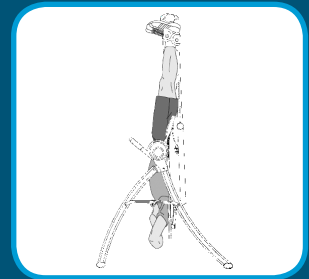

Figure 9
- Appuyez sur le bouton de réglage de la rotation dans le sens de votre tête (Figure 9) et pivotez intégralement vers le bas jusqu'à ce que la table touche la barre transversale. Détendez votre dos et laissez-vous pendre librement de la table. Vous aurez la liberté de mouvement nécessaire pour vous étirer et faire de l'exercice.